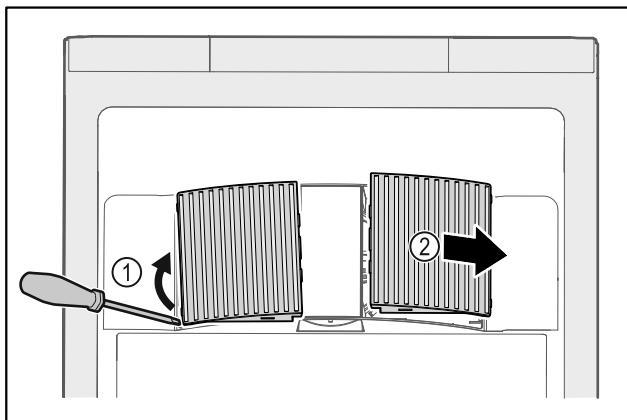

Fig. 230
- Ventilatorabdeckungen vorsichtig von der Seite herausheben Fig. 230 (1) und nach vorne abnehmen Fig. 230 (2).